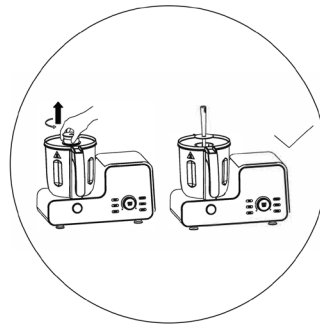

Fig.2
4. Lassen Sie den Futterhaken NICHT in den Mischbecher strecken. Andernfalls würde der Rechen das Messer und den Motor beschädigen. Das Spritzen oder der Kurzschluss verursachen Verletzungen oder Sachschaden. Die richtige Methode ist das Öffnen des Messbechers die Mitte des Becherdeckels und lassen Sie dann den Rechen durch das Becherloch in den Mischbecher strecken. (Siehe Abbildung 2)